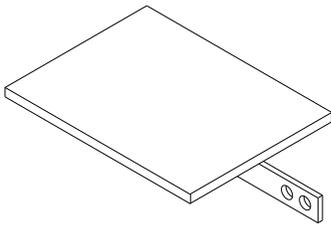
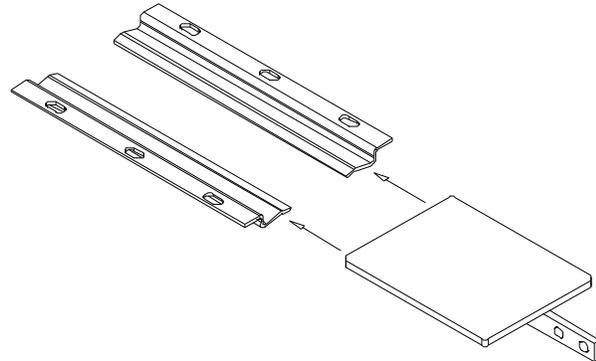

FIGURE 2.4.1
FIGURE 2.4.2
1. Prenez la plaque de régulation d'air (Fig. 2.4.1), expédiée dans la chambre de combustion. Enfilez la plaque dans les glissières prévues à cet effet en dessous de la chambre de combustion (Fig. 2.4.2).